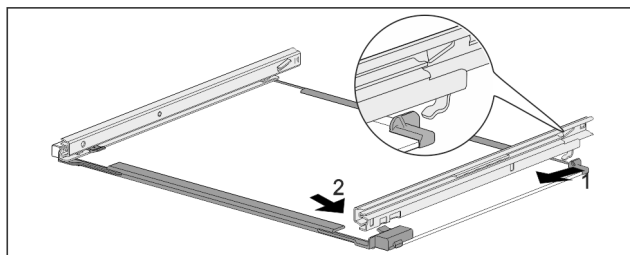

Fig. 158 Steklена plošča z vodili
- ▶ Vodilo obesite na kavelj na zadnji strani. Fig. 158 (1)
- ▶ Vodilo zaskočite na sprednji strani. Fig. 158 (2)